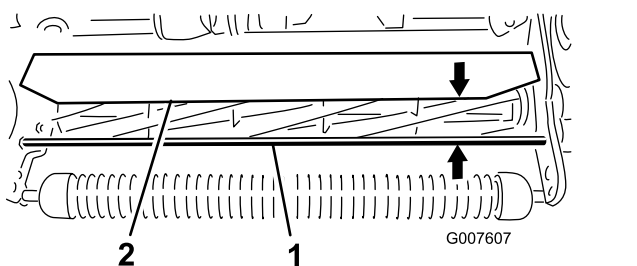

図 53
1. 前サポートロッドの上面からシールドの前リップまでの距離をカッティングユニットの両端で測定する 図 53。